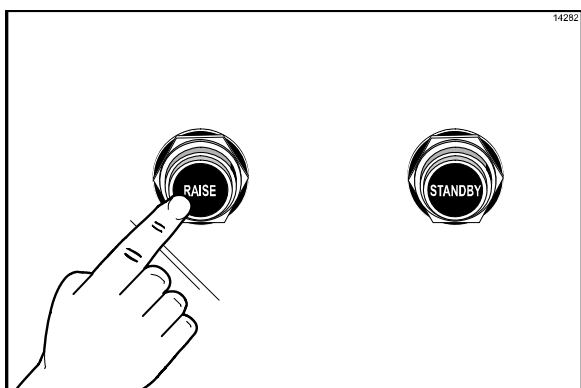

Рисунок 17
2. Чтобы поднять верхнюю плиту в ОТКРЫТОЕ положение для приготовления пищи - нажмите на кнопку "ПОДНЯТЬ". (См. рис. 17)